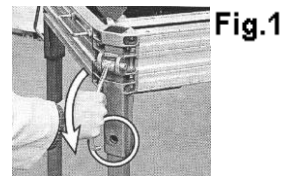

Fig.1
- Schuif de 4 poten helemaal uit en vergrendel deze (zie Fig. 1)